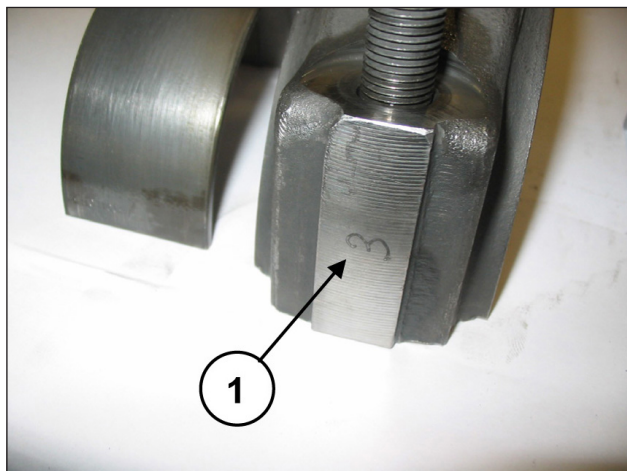

Рис. 18
Чтобы не перепутать, крышки и половинки шатунов по бокам пронумерованы (поз. ①, Рис. 18).